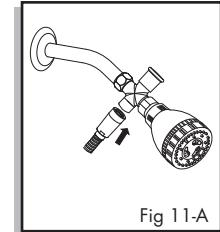

Fig 11-A
11. Attach hose end to Diverter(Fig 11-A).
11. Coloque la manguera en el cambiador (Fig 11-A).
11. Fixer l'extrémité du tuyau au dispositif de dérivation (Fig 11-A).